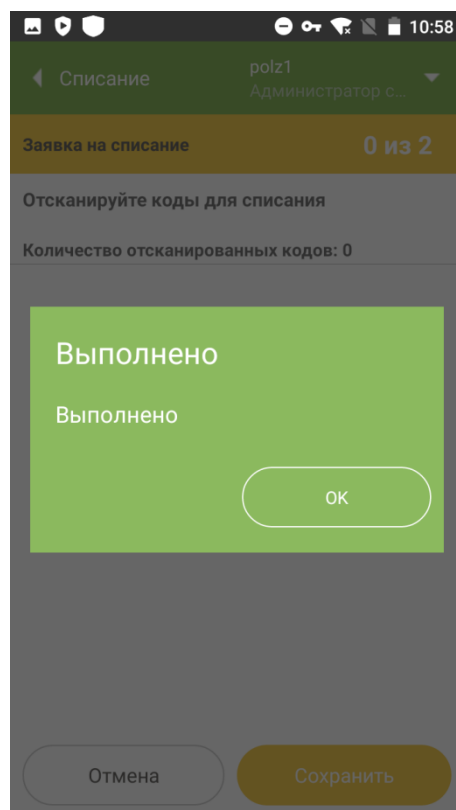

Рисунок 17.12
- 2.1.3.2. Для списания без дальнейшего сканирования нажать «Выполнить без сканирования». Операция будет выполнена на основании данных комплектации (п.7). Появится системное сообщение «Выполнено» (Рисунок 17.12).